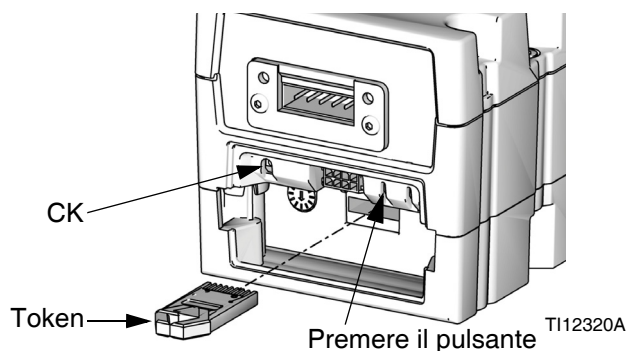

FIG. 47: Inserire il token
4. Tenere premuto il pulsante mostrato in FIG. 47 per circa 1 secondo, poi rilasciarlo. L'indicatore rosso (CK) lampeggerà finché il nuovo software non è completamente caricato.